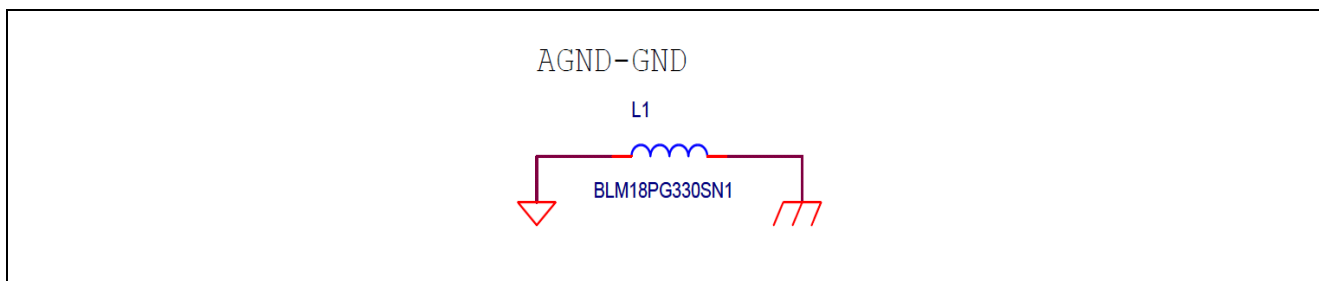

図8 アナロググランドとデジタルグランドの一点接続例(ビーズ使用)
- ・アナロググランドはデジタルグランドから分離してください。内層グランドが共通な場合は、アナロググランドプレーンとデジタルグランドプレーンをスリットで分離し一点で接続してください。図 8 にビーズを使用して一点接続した例を示します。